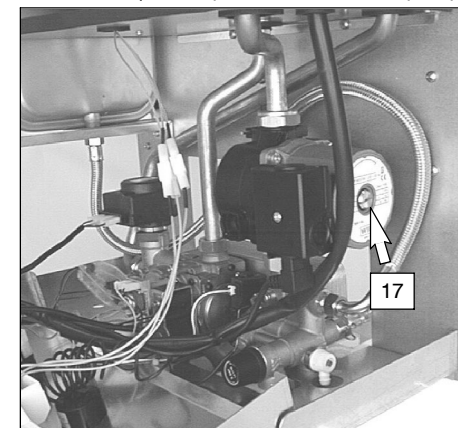

fig. 6.4
- 10 Togliere il tappo 17 in fig. 6.4 e sbloccare la pompa ruotando il rotore con un cacciavite. Durante questa operazione sfiatare la pompa.